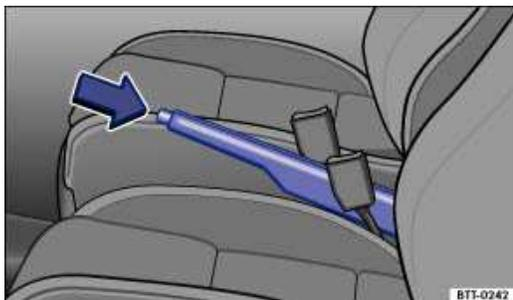

Abb. 102 Zwischen den Vordersitzen: Handbremse.
- Handbremshebel bei gedrückter Sperrtaste → Abb. 102 (Pfeil) fest nach oben ziehen.
- Handbremshebel etwas nach oben ziehen und Sperrtaste drücken → Abb. 102 (Pfeil).